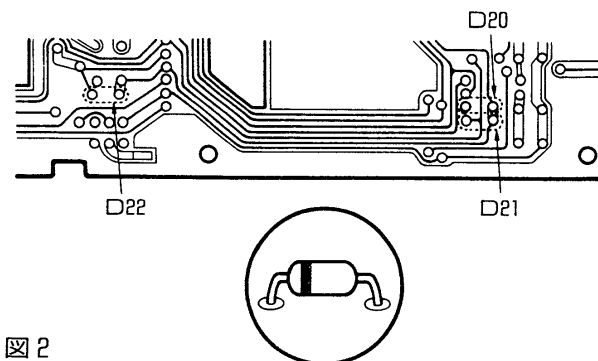

図2
- ③図2を参照してD20, D21, D22のシリコンダイオード(1SS133, 1SS53等)を追加することによりスキャン動作を下記のように変更することができます。
PAユニットを取り付けている4本のネジを外します。(図2参照)
(図2)